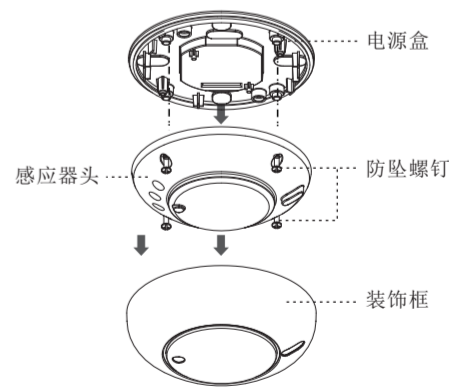

图 7
- 4.4.1.1 取下感应器的装饰框, 然后通过拧松其 4 个防坠螺钉, 从电源盒处拆开感应器头 (见图 7)。
4.4.1.4 将其四个防坠螺钉插入相应的螺钉孔，把感应器头固定在电源盒上；然后遮盖装饰框（见图 7）。